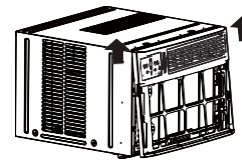

Figura 3A
5. Levante y quite con cuidado el panel frontal de la unidad (consulte la Figura 3A).